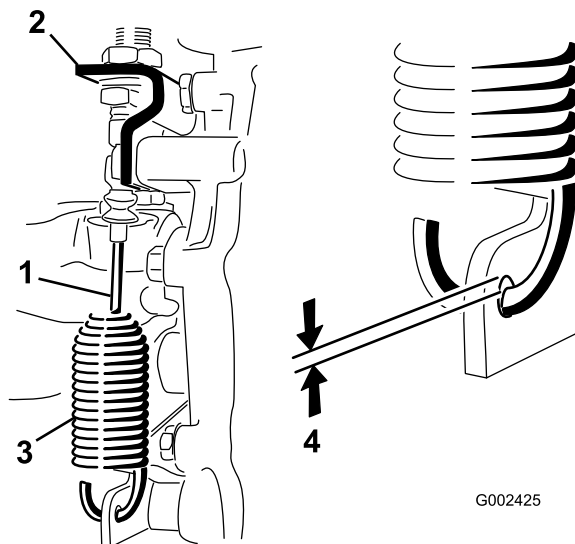

Рисунок 45
2. Ослабьте контргайки, которые крепят тросик блокировки дифференциала к кронштейну на мосту с коробкой передач (Рисунок 45).